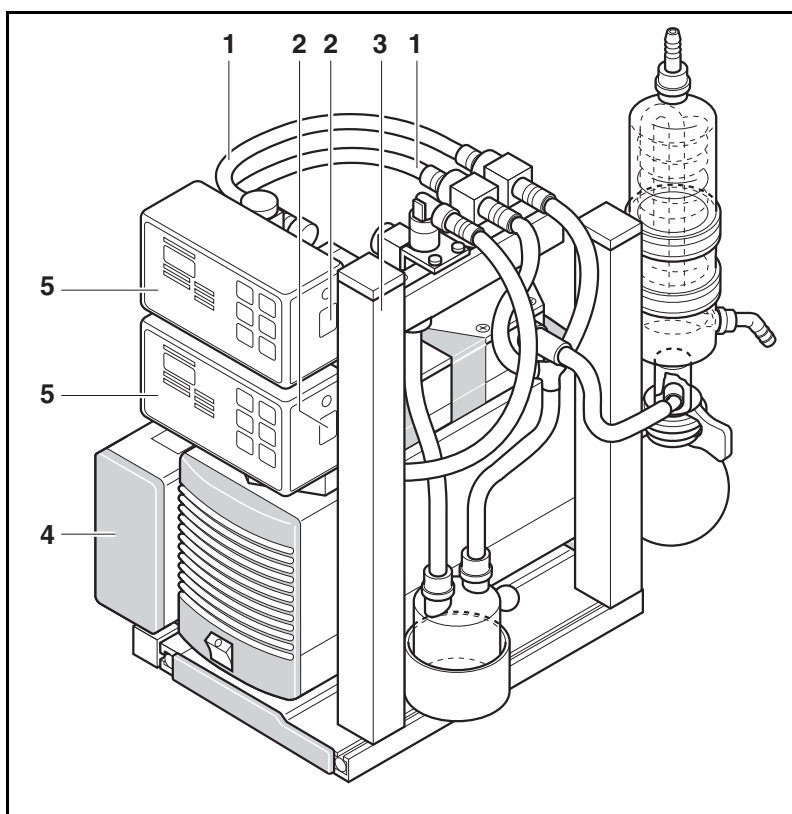

Abb. 8: Vakuum-Controller (dargestellt LABOPORT-System SCC am Beispiel der Pumpe N 840.3 FT.18)
1. Steuereinheit (siehe Abb. 8/4) mit beiden Klemmmuttern in die seitliche Nutschiene der Basisplatte schieben.
1. Befestigungsteil vom Stativ (siehe Abb. 8/3) in die seitliche, nach oben weisende Nutschiene der Basisplatte schieben.